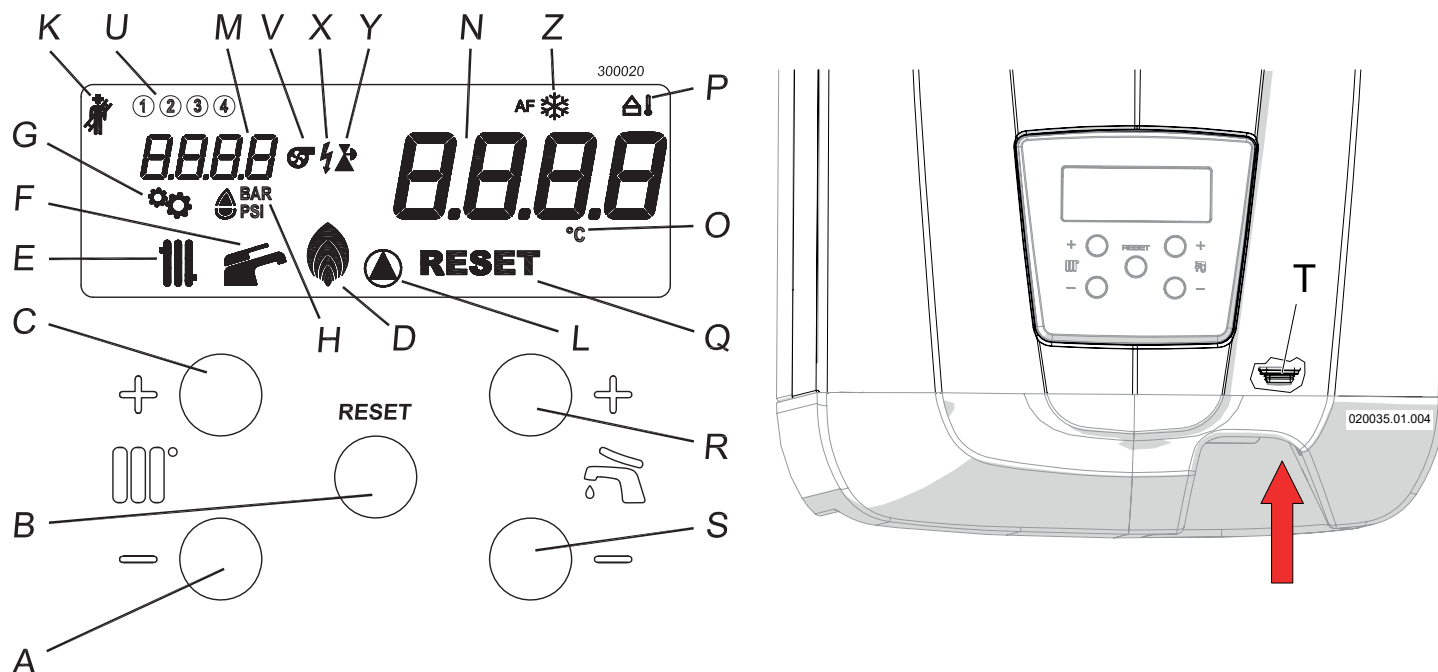

Figura 7-1 - Quadro comandi
- 2.-premere il tasto "T" (Figura 7-1);
- 4.-appare sul display l'icona  "E" (Figura 7-1);
- 6.-appare sul display l'icona  "F" (Figura 7-1);
Legenda Figura 7-1
Se la pressione all'interno del circuito del riscaldamento scende al di sotto di 0,8 bar, il visore "N" (Figura 7-1)
- 3.-controllare la pressione sul visore "M" (Figura 7-1), deve raggiungere la pressione di 1,3 - 1,5 bar (l'indicazione
si esegue agendo sui tasti  + e . Premuto uno dei due tasti, il visore "N" (Figura 7-1) comincia a lampeggiare e a mostrare la temperatura che si sta impostando. Il campo di regolazione entro il quale si può regolare la temperatura del sanitario va da 40°C a 60°C. Tenendo premuto il tasto  - anche sotto 40°C, comparirà la scritta **OFF** ad indicare lo spegnimento del servizio sanitario evidenziato anche dallo spegnimento dell'icona  "F" (Figura 7-1).